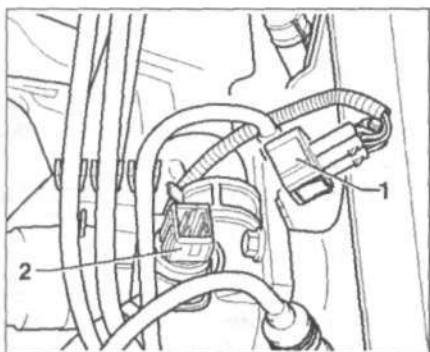

Рис. 5.48. Отсоедините четырехконтактный разъем проводки 1 от датчика температуры охлаждающей жидкости.
5. Отсоедините четырехконтактный разъем проводки 1 от датчика температуры охлаждающей жидкости (рис. 5.48).